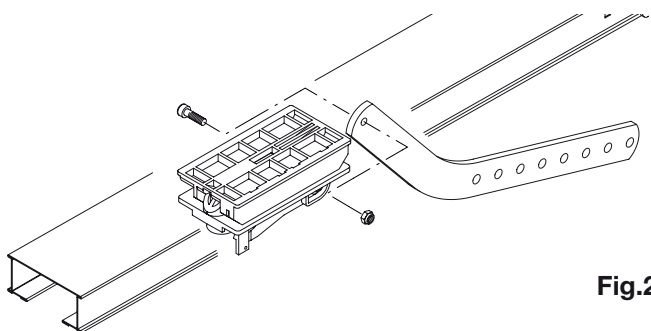

Fig.24
7) Appliquer l'étrier courbé JMP. 7 au chariot d'entraînement comme représenté en figure 24, en le bloquant avec la vis et l'écrou.